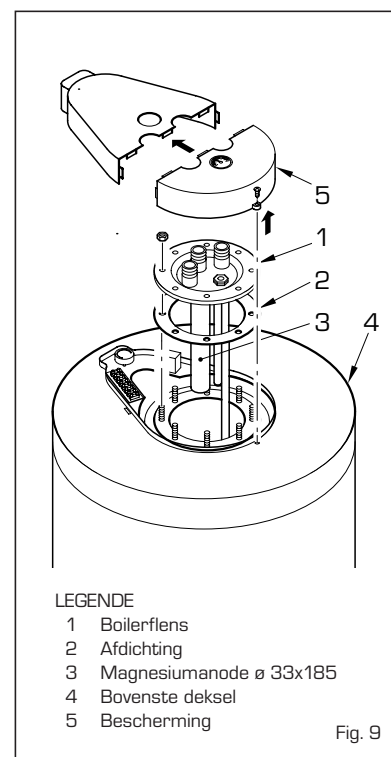

Fig. 9
een magnesiumanode (fig. 9). Onder normale gebruiksomstandigheden heeft deze corrosiewerende anode een levensduur van 5 jaar. Het is in ieder geval verstandig om één keer per jaar de mate van corrosie ervan te controleren en de anode te vervangen indien deze grotendeels weggecorrodeerd blijkt te zijn. Om de boilerflens (1) te demonteren moet u de bescherming (5) verwijderen en de beide moeren waarmee de bovenste deksel (4) bevestigd is losdraaien. Til daarna de bovenste deksel (4) op die er eenvoudigweg op gedrukt is.